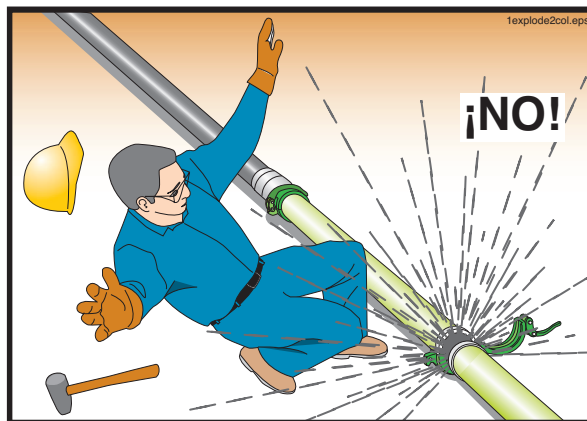

Figura 74
16.15 **⚠️ ADVERTENCIA** ¡Peligro de expulsión! (Vea la Figura 74.) **Nunca abra una tubería que está bajo presión.** Se deberá hacer funcionar la bomba hacia atrás durante por lo menos dos carreras y, a continuación, se la deberá detener antes de abrir una tubería. Si Ud. no sabe como hacer andar la bomba hacia atrás, pida al operador que lo haga. Si la tubería está presurizada con aire, no la abra. El operador es responsable de saber cómo reducir en forma segura la presión del aire.